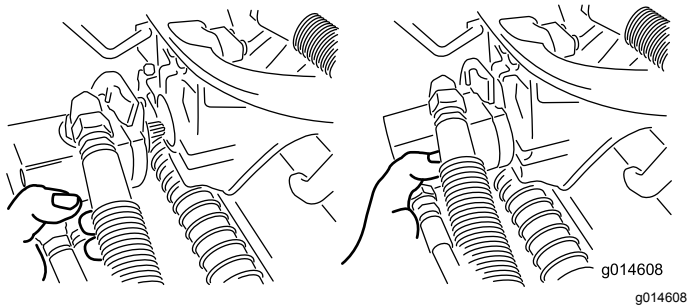

Figura 47
3. Spostate il motore in posizione di stoccaggio davanti al braccio di sospensione (Figura 47).